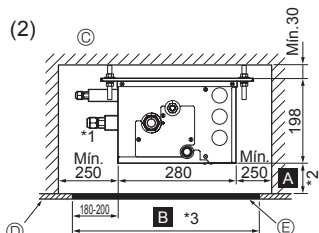
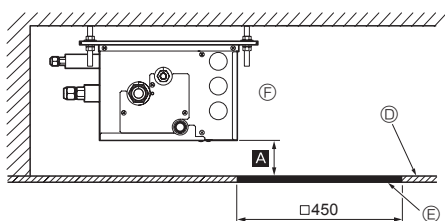

Fig. 4-6
Fig. 4-7
(2) Vista lateral (Fig. 4-6, Fig. 4-7)
En el caso de "□ 450", prepare un orificio de mantenimiento en el lado de la PCB (tal y como se muestra en la Fig. 4-7), y se necesitará "Mín. 300 mm" como distancia Ⓐ.